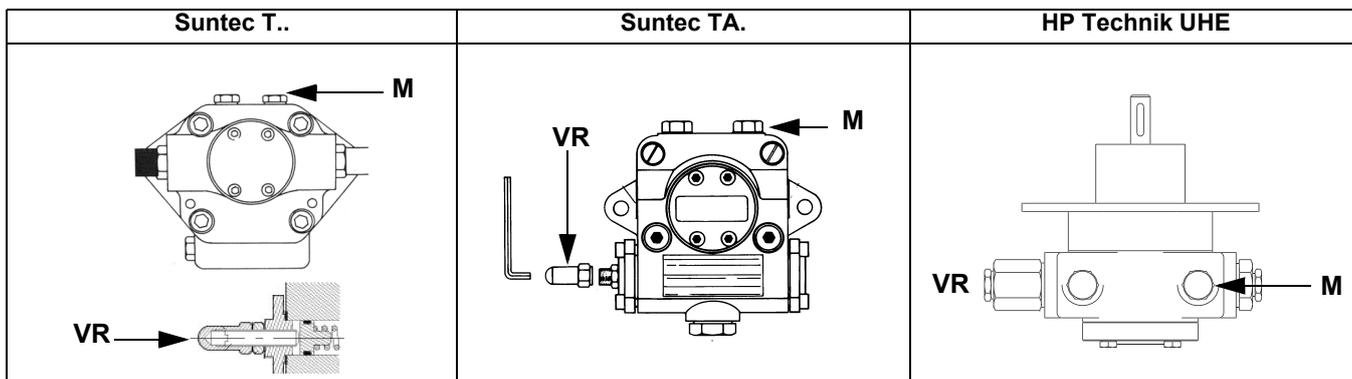

Рис. 11
- 3 выпустить воздух со штуцера (M) манометра насоса (Рис. 11), расслабив слегка заглушку, но не снимая ее; затем отпустить контактор;